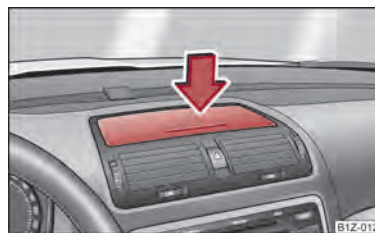

Fig. 78 Cuadro de interruptores: Porta-objetos
- Presionar el centro del compartimento guardaobjetos → fig. 78 - la tapa se abrirá.